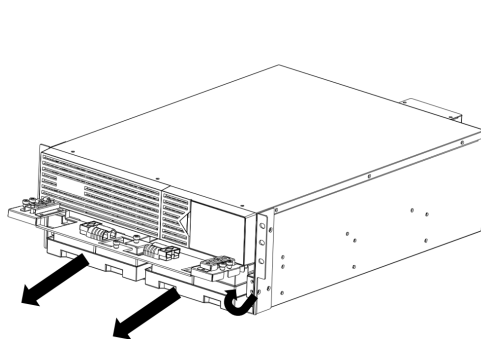

Figure 3
- 3) À l'aide d'un tournevis cruciforme, enlevez les vis d'ancrage visibles sur le support de retenue de la batterie et retirez le support du boîtier de l'onduleur, exposant ainsi les modules de batterie internes. (Figures 3 et 4)